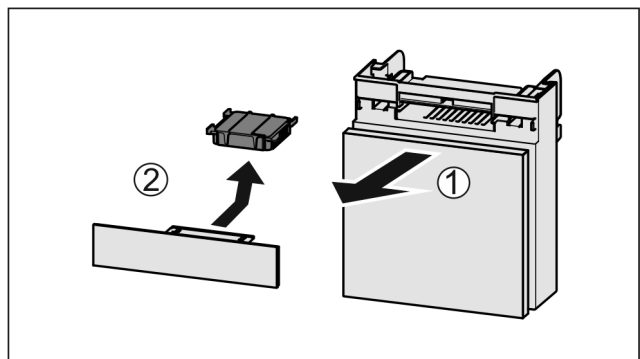

Fig. 166
- ▶ Lade vanaf de voorkant eruit trekken Fig. 166 (1).
- ▶ Actiefkoolfilter verwijderen Fig. 166 (2).